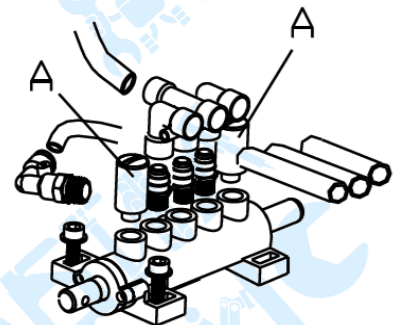

Рис. 21
4. Если монтажная головка приподнимается на 2-3 мм автоматически от края обода, отрегулируйте с помощью болт «Х» (как показано на рис.21)